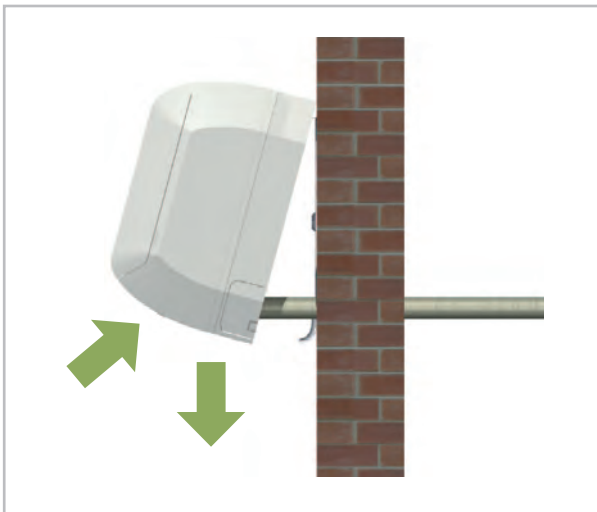

Abb. 14: Waagerechte Ausrichtung
5. ➤ Überprüfen Sie nochmals die waagerechte Ausrichtung des Gerätes. (Abb. 14)